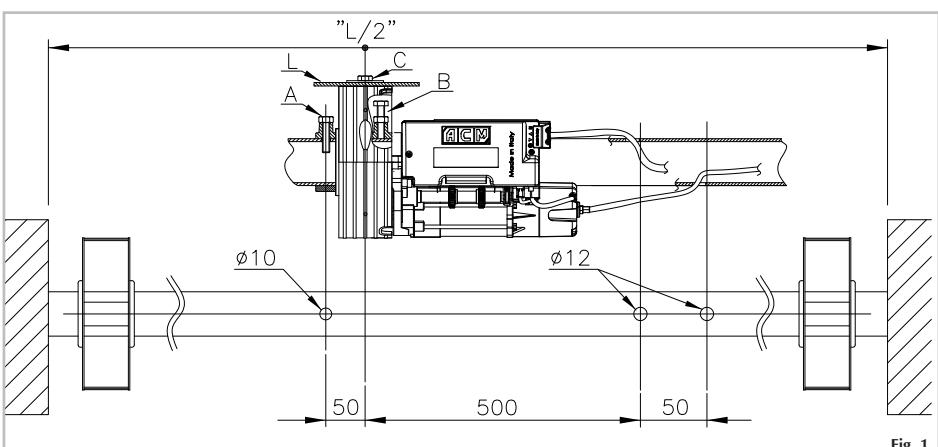
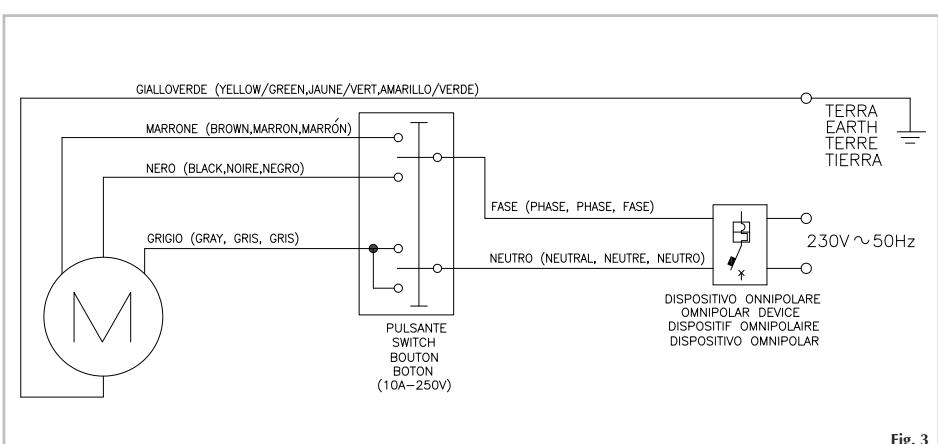

Fig. 1
Fig. 3
- 2) Eseguire sull'albero della serranda le tre forature indicate nella fig. 1.
- 14) Portare l'ultimo elemento della serranda sul motoriduttore e fissarlo mediante la vite M10 (**C**) con rondella (vedi fig. 1).
- 15) Eseguire i collegamenti elettrici mostrati in fig. 3 passando il cavo di alimentazione 4x1 mm in dotazione, all'interno dell'albero della serranda evitando qualsiasi contatto con le parti in movimento (fig. 1). In presenza di motoriduttore con elettrofreno, inserire la guaina del freno all'interno dell'altro foro Ø12.
- 21) Nel caso di installazione contraria rispetto alla fig. 1 agire in modo diverso a quanto descritto poiché il microinterruttore 2 fermerà la discesa mentre il microinterruttore 1 fermerà la salita.
- 2) Effectuer sur l'arbre du rideau les trois crevaises comme indiqué en fig. 1.
- 7) Dans le cas où l'arbre du rideau est inférieur à 60mm tirer profit des appropriés manchons de réduction Ø33 / Ø42 / Ø48 (**I**) en leur donnant une position en rapport au trou d'un diamètre de 10mm effectué auparavant (Fig. 1).
- 9) Visser la vis M10 (**A**) privée de l'écrou hexagonal et la faire pénétrer à l'intérieur de la fibre du rideau dans le trou de 10mm (Fig. 1).
- 14) Fixer le dernier élément du rideau sur le moteur avec la visse M10 (**C**) et la rondelle (Fig. 1).
- 15) Faire les connexions électriques comme indiqué en fig. 3 en passant le câble 4x1 mm donné en dotation à l'intérieur de arbre du rideau tout en évitant tout contact avec les parties tournantes (Fig. 1). En présence de moteur avec de l'électro-frein, introduire la gaine du frein à l'intérieur du second trou Ø12.
- 21) Dans le cas d'une installation contraire par rapport à la Fig. 1, agir de manière inverse à ce qui a été décrit vu que le microinterrupteur 2 arrêtera la descente tandis que le microinterrupteur 1 arrêtera la montée.
- 2) Efectuar sobre el árbol del cierre metálico los tres taladros como mues la fig. 1.
- 7) En el caso de que la barra del cierre sea inferior a 60mm utilizar los mandos de reducción existentes Ø33 / Ø42 / Ø48 (**I**) a tal efecto, posicionandolos con referencia al agujero de diámetro 10mm efectuado precedentemente (Fig. 1).
- 14) Llevar el ultimo elemento del cierre metálico sobre el motor y fijarse en él a través del tornillo M10 (**C**) con randella (Fig. 1).
- 15) Llevar a cabo las conexiones eléctricas como mues la fig. 3 pasando el cable 4x1 mm situado en el interior de la barra del cierre evitando cualquier contacto con las partes giratorias. En presencia de motor con electrofreno, introducir la funda del freno dentro del segundo taladro Ø12.
- 21) En el caso de una instalacion contraria respecto a la fig. 1, actuar en modo contrario a todo lo aqui descrito ya que el microinterruptor 2 parara la bajada mientras el microinterruptor 1 parara la subida.